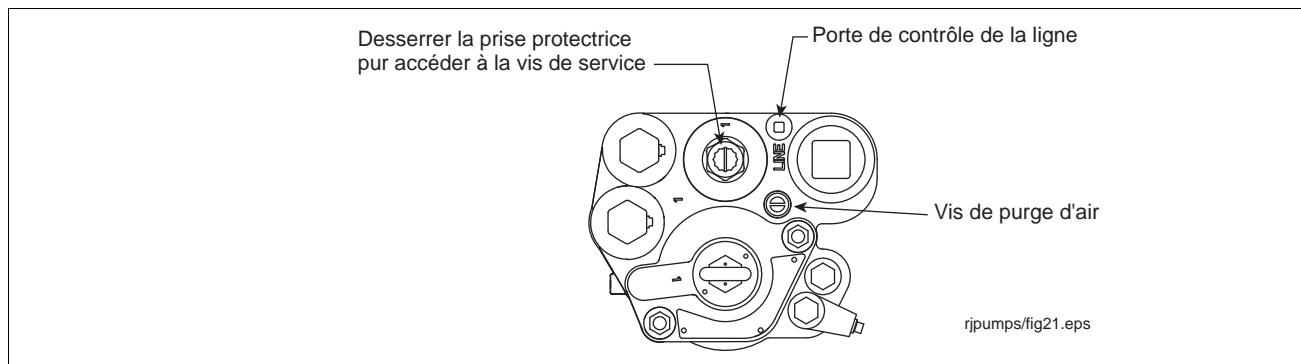

Figure 51. Disposition des vis de Service, attache de contrôle de la ligne et vis de purge d'air
3. Retirer la prise de l'attache de contrôle (voir Figure 51). Appliquer la pression d'épreuve à l'attache de contrôle de la conduite (50 psi [345 kPa] maximum).
6. Visser la vis de purge d'air de 2 -3 tours dans le sens inverse des aiguilles d'une montre (voir Figure 51).
1. Retirer et conserver la prise protectrice placée sur la vis de service et tourner la vis dans le sens des aiguilles d'une montre (voir Figure 51). Lorsque la vis approche de la position finale, on entend le système se dépressuriser. Continuer à tourner la vis jusqu'à ce qu'elle ne puisse aller plus loin.
5. Visser la vis de purge d'air de 2 –3 tours dans le sens inverse des aiguilles d'une montre (voir Figure 51).